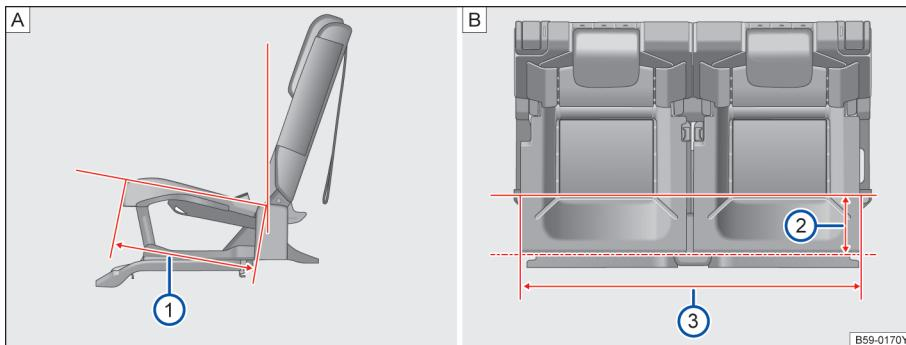

图 78 第三排座椅座宽和坐垫深
=361mm→图 78[A]①。
如图→图 78[B]在距离第三排座椅边缘 150mm
时→图 78[B]②, 座垫宽度为 964mm→图 78[B]
③。